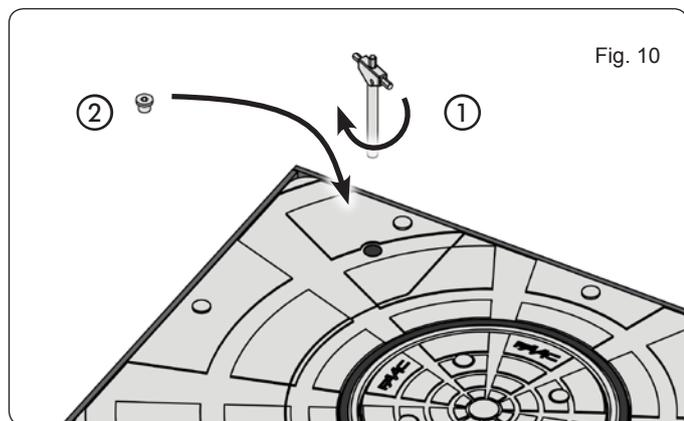

Fig. 10
2. Ruotare in senso orario fino a battuta (fig. 10 rif. ①).
3. Riavvitare la vite di chiusura posta sulla testata del dissuasore (fig. 10 rif. ②).